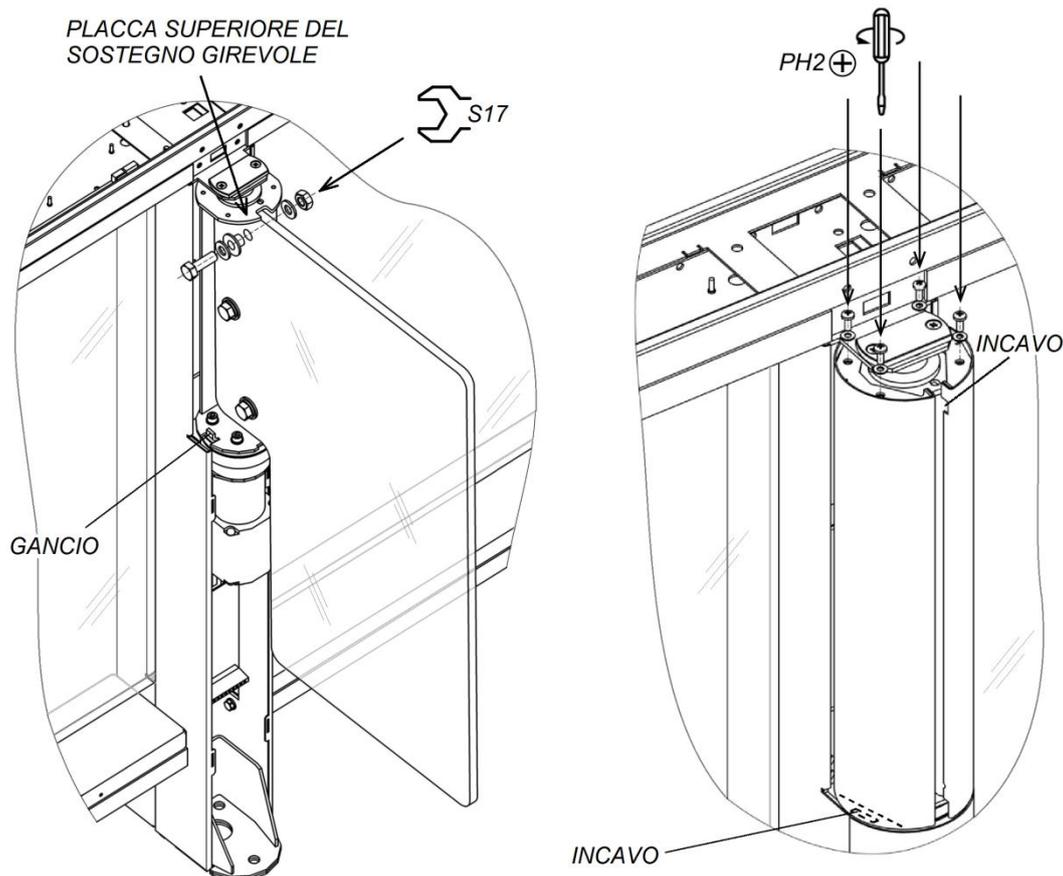

Fig. 22. Anta e piastra di copertura dell'anta
30. Disimballare le ante di vetro (1) ed eseguire il loro montaggio (rif. Fig. 22, paragrafo 8.8.4).
- Controllare lo stato dei luci LED sulle schede dei SCP posizionati nelle canaline superiori (12) e inferiori (15) delle sezioni *Master* e *Slave* (nelle canaline inferiori bisogna prima togliere i loro coperchi, rif. paragrafo 8.8.8):
- nel caso di mancanza di collegamento tra le schede dei SCP e la Scheda logica i LED sulle schede dei SCP lampeggieranno – è necessario controllare l'accuratezza del fissaggio dei cavi DC (19) e CAN (20) nei blocchetti di connessione.
- Installare le piastre di copertura dei montanti centrali (5) (paragrafo 8.8.1).
- Installate le piastre di copertura delle ante (4) (rif. Fig. 22, paragrafo 8.8.5, prendere dal kit di fornitura).
Sia lo smontaggio che l'installazione dell'anta devono essere eseguiti in due. L'anta è attaccata al sostegno girevole in 3 punti con bulloni M10x30, rondelle 10, cannotti di plastica e dadi M10 (rif. Fig. 22). Usate le chiavi a forchetta S17.
2. Installare una delle parti della piastra di copertura sul sostegno girevole dell'anta. Per fare ciò mettete la piastra di copertura sulla placca superiore del sostegno girevole attraverso gli incavi nella parte superiore della piastra di copertura, dopodiché spostate la piastra di copertura giù fino in fondo, mettendo l'incavo inferiore della piastra di copertura sul gancio nella parte inferiore del sostegno girevole (rif. Fig. 22).